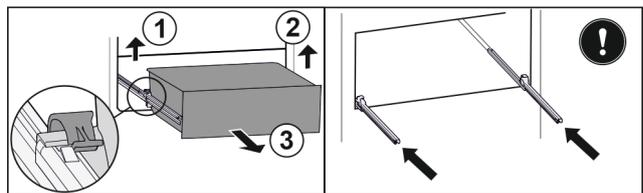

Fig. 90
- Soulever la bride gauche et tirer dans le même temps la partie gauche du tiroir vers l'avant. Fig. 90 (1)
- Soulever la bride droite et tirer dans le même temps la partie droite du tiroir vers l'avant. Fig. 90 (2)
- Retirer le tiroir par l'avant. Fig. 90 (3)